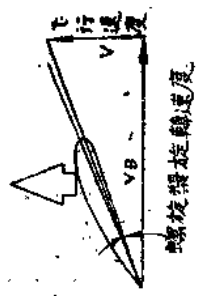

图 3 普通螺旋距和小螺旋距在不同飞行状态下的工作情况
我们知道，特技模型飞机使用大功率发动机是为了在垂直上升时需要它拉起整架模型飞机的重量。但如象竞速模型飞机那样，按照取得大速度这个要求来选配最合适的螺旋桨，那么模型飞机的飞行速度就可能达到100公里/小时以上。在这种速度下，要操纵模型飞机做特技，是一件很困难的事。例如在作垂直俯冲时运动员很难控制改出的高度；在作其它的动作时，也不可能作得准确和柔和，而且这种平飞时拉力最大的螺旋桨，在上升时，它的效率反而降低，参看图3。图3中①表示这种螺旋桨在上升时的工作情况。模型飞机在上升时飞行速度降低了，所以螺旋桨便以比有利迎角更大的迎角工作；螺旋桨的效率降低，因此产生的拉力就比平飞时要小。图3中②表示普通螺距的螺旋桨在平飞时的工作情况；螺旋桨在最有利的桨叶迎角下工作，因此螺旋桨的效率最高，发出的拉力最大，飞行速度最快。图3中③表
小螺距的螺旋桨就不一样，在平飞时，螺旋桨是在比有利迎角小一些的迎角下工作，见图3中④，产生的拉力不太大，因此模型飞机的平飞速度也不致于太快。当模型飞机上升时，飞行速度减少了，螺旋桨的迎角也就增加，见图3中⑤。如果选择得当，模型飞机在垂直上升时，螺旋桨会在最有利的迎角下工作，产生的拉力也最大，而模型飞机俯冲时，如图3中⑥，由于模型飞机速度增加，螺旋桨的迎角就显著地减小，这时螺旋桨处在极端不利的情况下工作，因而减少了俯冲的速度，使模型飞机的飞行速度有利于操纵。但螺旋桨的螺距也不能过小，因为螺距太小会使模型飞机的飞行速度太慢，致使飞行过程中产生松线现象。